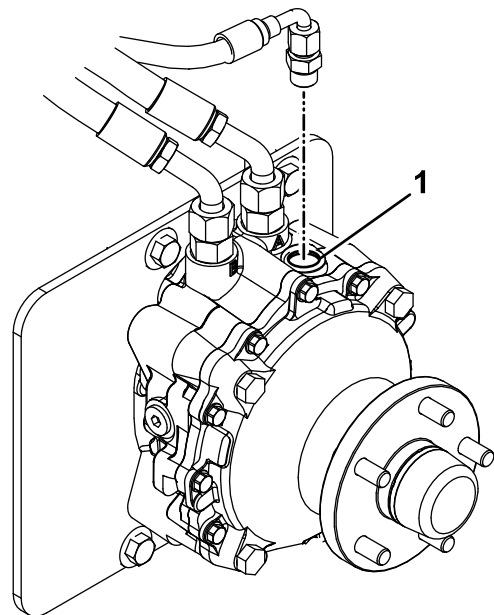

Figura 73
9. Retire el tapón del orificio de llenado situado en la parte superior de cada motor de rueda (Figura 73).